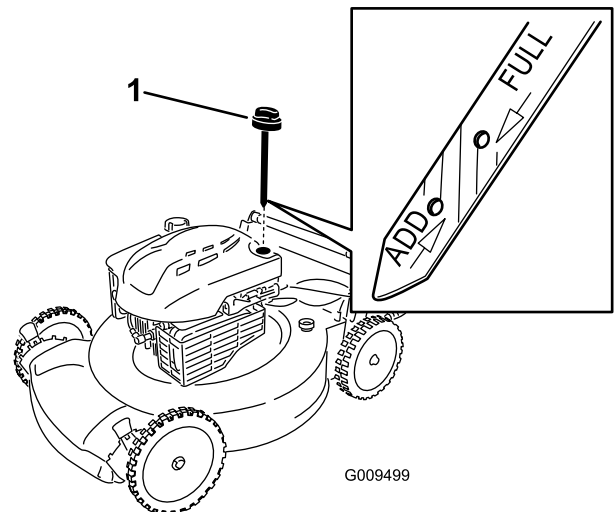

Figura 12
2. Retire la varilla (Figura 12).
5. Observe en la varilla el nivel de aceite (Figura 12).
minutos, y repita los pasos 3 a 5 hasta que el nivel llegue a la marca Lleno de la varilla (Figura 12).